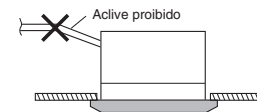

Fig. 3-28
- Não instale o tubo com um active desde a abertura de ligação. Isso fará que a água de drenagem flua de volta e vaze quando a unidade não estiver a funcionar. (Fig. 3-28)